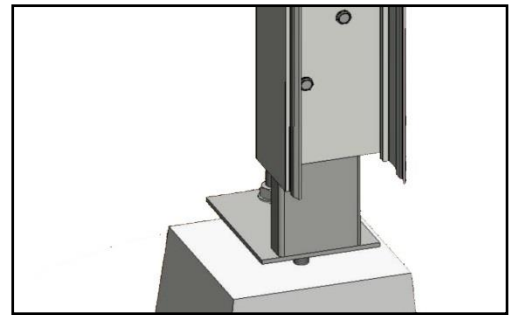

Abbildung 14, Befestigen der Bodenstützen in def. Höhe
26. Verschrauben Sie die Bodenstützen in definitiver Höhe mit den Stellfüßen. Verwenden Sie pro Bodenstütze drei selbstbohrende Sechskantschrauben 6,3x19 mm (Abb. 14).